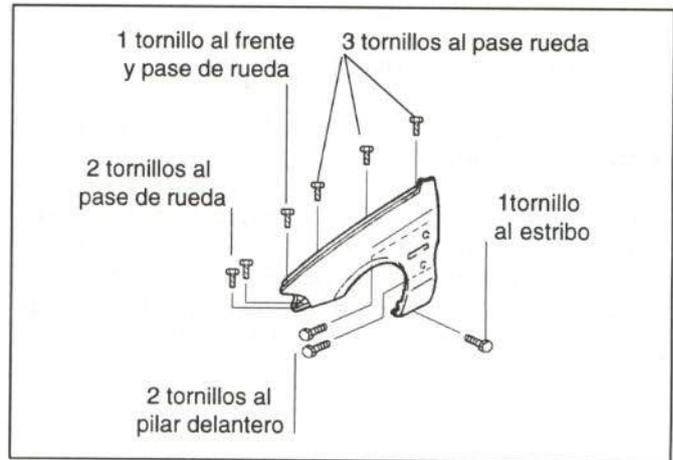

Figura 20.- Unión de la aleta delantera
- Aletas delanteras (figura 20)
- Aleta delantera (figura 20)
En la figura 20 se muestran los tornillos que fijan esta pieza a la carrocería.